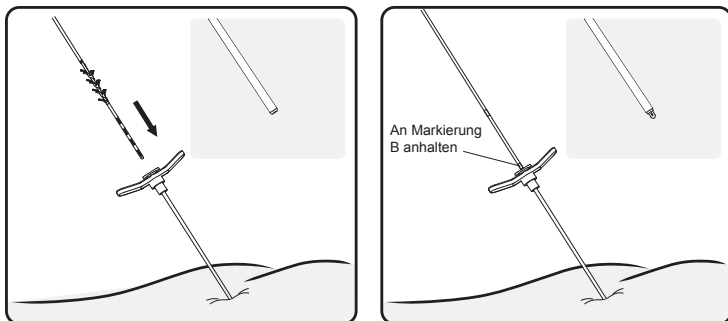

Abbildung 13. Die Elektrode durch die Einführhülse einführen.
8. Die Verankerungselektrode (mit Stylet) vorsichtig in die Einführhülse einführen, bis die visuelle Markierung B an der Verankerungselektrode mit der Oberseite des Einführhülsegriffs ausgerichtet ist. Fluoroskopisch bestätigen, dass alle Elektroden der Elektrode proximal zur distalen Spitze der Hülse liegen (**Abbildung 13**).